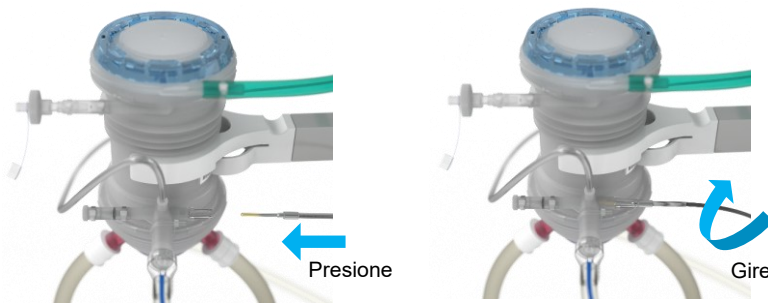

Figura 13 Conexión del sensor de temperatura al oxigenador
- Conecte el sensor rojo T1 a la salida del oxigenador (Figura 13).